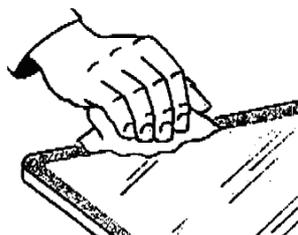

Рис. 5
5. С наружной стороны стекла, не отступая от края, по всему периметру наложить липкую ленту. Перевернув стекло внутренней стороной вверх, отступив от края стекла 25 мм, наложить липкую ленту по всему периметру стекла. Край стекла шириной 15 мм, очистить тщательно с помощью очистителя FL, чистой тканью. Другой тканью удалить оставшийся на поверхности очиститель. Стараясь **не прикасаться** к обработанной поверхности, дать очистителю выветриться в течение 15 минут. (рис. 5)